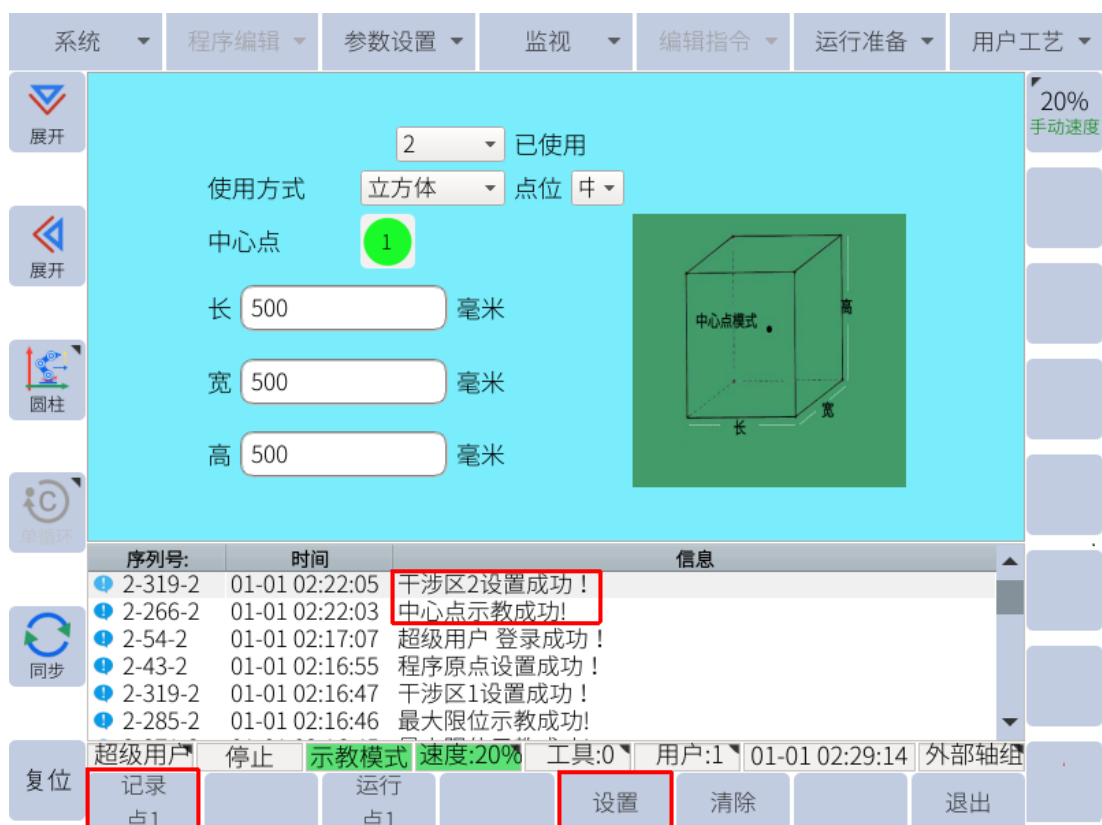

图 6-52：中心点模式
5. 点击子菜单栏的“设置”，干涉区即设置成功，如图 6-52 所示。